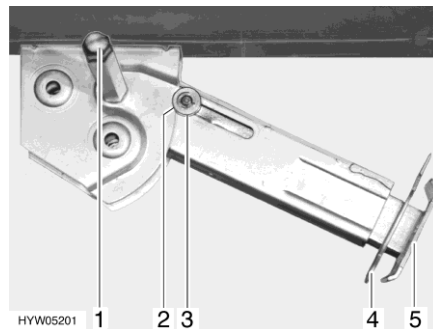

Bild 46 Hubstütze
- Am Sechskant (Bild 46,1) den Steckschlüssel aufstecken und drehen, bis die Hubstütze senkrecht nach unten steht.
- Splint (Bild 46,4) aus der Stützfußverlängerung (Bild 46,5) herausziehen.
- Am Sechskant (Bild 46,1) den Steckschlüssel aufstecken und drehen, bis die Hubstütze wieder vom Boden frei ist.
- Stützfußverlängerung (Bild 46,5) ganz einschieben und Splint (Bild 46,4) in die vorgesehene Bohrung an der Stützfußverlängerung stecken.
- Mit Steckschlüssel am Sechskant (Bild 46,1) drehen, bis Hubstütze nach oben geschwenkt und die Führungsscheibe (Bild 46,3) vollständig in die Kerbe (Bild 46,2) eingefahren ist.